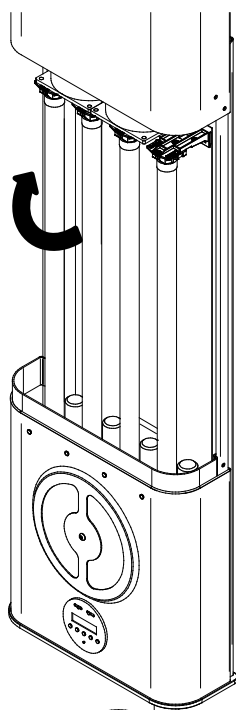

Fig.12
5. Ora è possibile sostituire le lampade, per procedere afferrare delicatamente la lampada e **ruotarla di 90°**, sino a sentire un doppio "CLIC", a questo punto sarà possibile estrarla. Ripetere l'operazione per tutte e 4 le lampade. (Fig. 12)